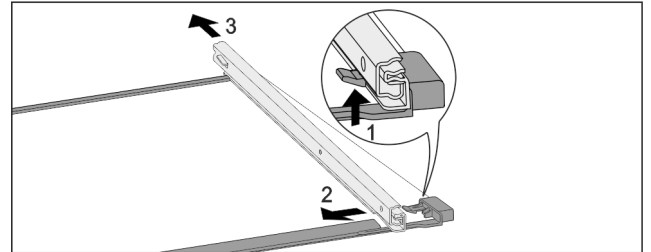

Fig. 241 Glasplatte mit Schienen
- ▶ Vorderen Rasthaken nach oben drücken. Fig. 241 (1)
- ▶ Auszugsschiene zur Seite Fig. 241 (2) und nach hinten Fig. 241 (3) wegschieben.